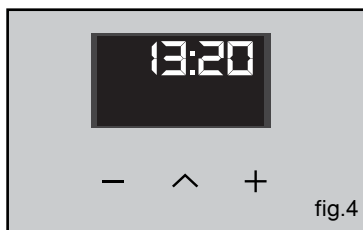

fig.4
Sin embargo, es posible ajustar la temperatura accionando la manecilla de selección de temperatura hacia + o – (fig. 4).
- presenta 0:00 (fig. 4),
La visualización pasa de nuevo a la hora del día volviendo al colocar el selector de funciones en 0 (fig.4).
- Una vez más, mostrando el horno está en funcionamiento es posible entonces a la cocina (Fig. 4).